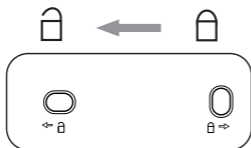

Abb. 1
- ◆ Entfernen Sie die Wandhalterung ⑩ an der Rückseite des Senders, indem Sie diese in Richtung offenes Schloss-Symbol  schieben (siehe Abb. 1).